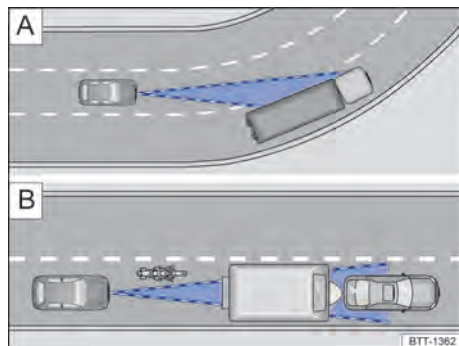

Fig. 100 (A) Condução em curva. (B) Veículos fora da área de alcance do sensor do radar
O sensor de radar frontal sempre realiza as medições em sentido reto. Por isso, veículos em curvas fechadas podem ser acidentalmente detectados ou veículos à frente podem não ser detectados → Fig. 100 A.
- Veículos que conduzem fora da área do sensor em pequena distância do próprio veículo, por exemplo, motocicletas → Fig. 100 B.